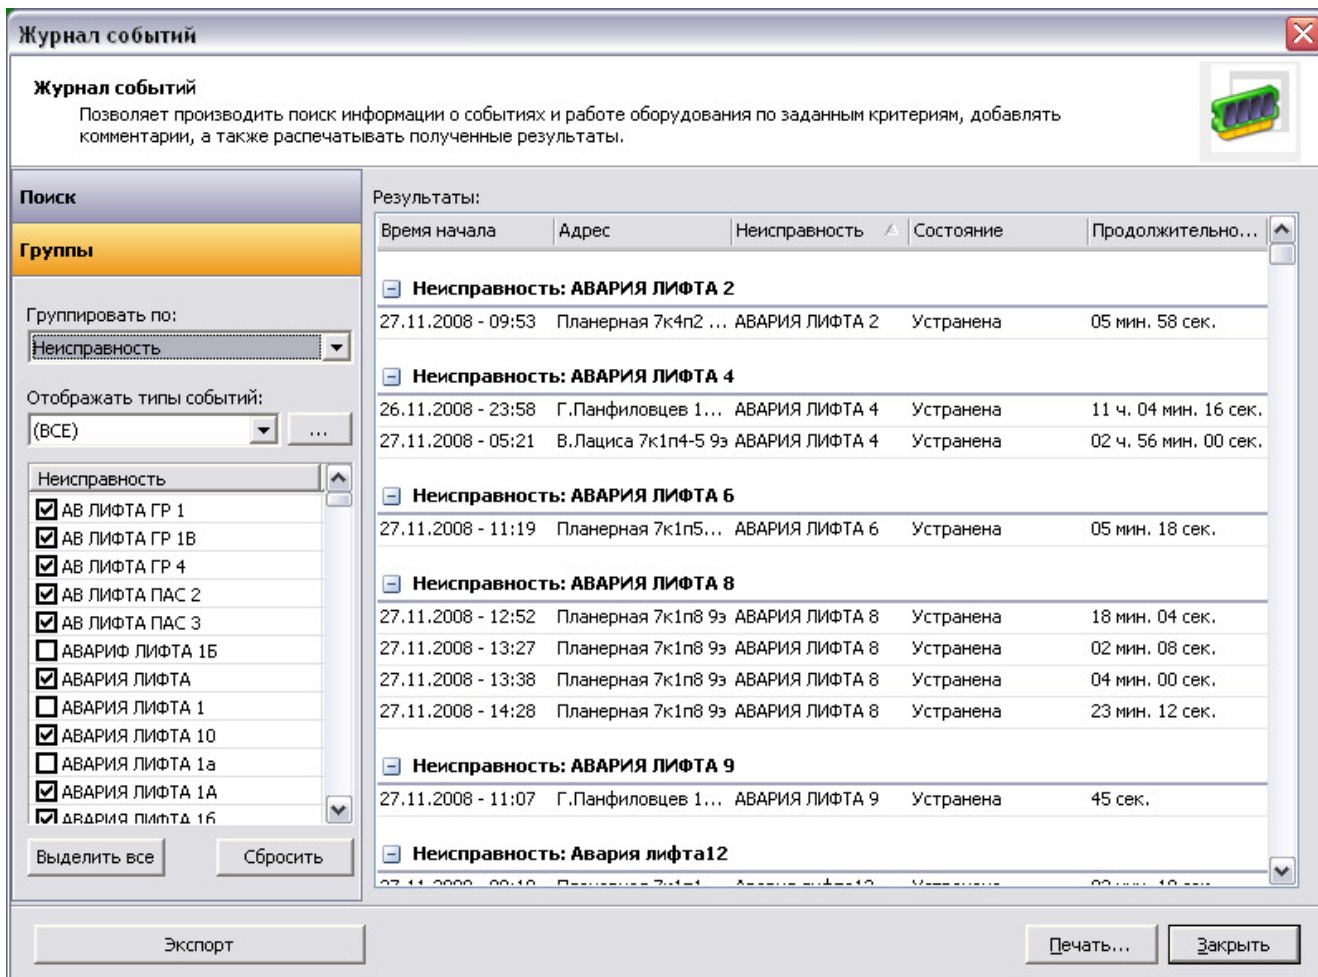

Рисунок 2 – Настройка дополнительных параметров поиска. Группы.
Содержание группы событий и сам список групп можно изменять в любое время. Для этого необходимо открыть диалог редактирования групп, нажав на кнопку «...» (рисунок 2). В открывшемся окне 3, указано название группы (1), события, соотнесенные с данной группой (2) и все типы событий журнала отказов оборудования (3).